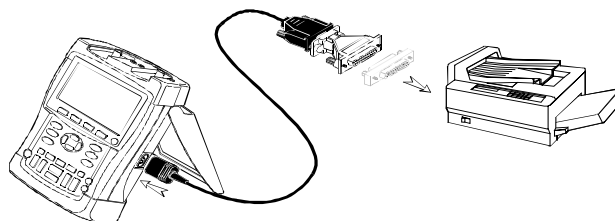

Figura 34. Ligação de uma impressora serial
- adaptador/Cabo RS-232 isolado opticamente (PM9080) para ligar uma impressora serial à OPTICAL PORT(porta óptica) do aparelho de teste. (Vide Figura 34.)